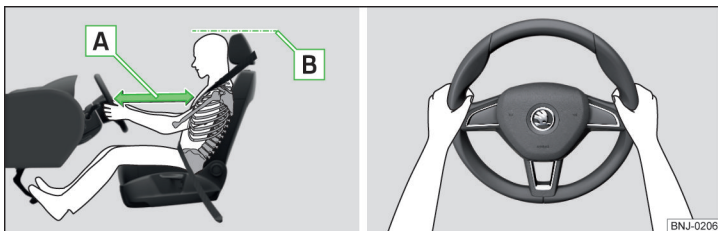

Fig. 2 Posición de asiento correcta del conductor / Posición correcta del volante
- ✓ Ajustar el volante de tal modo, que la distancia entre el volante y el esternón sea, como mínimo, 25 cm » **fig. 2 - A.**
- ✓ Ajuste el reposacabezas de tal modo que el borde superior del mismo se encuentre a ser posible a la misma altura que la parte superior de su cabeza (no es válido para los asientos con reposacabezas integrado) » **fig. 2 - B.**
- Durante la conducción, sujete el volante con ambas manos por el borde exterior de los lados en las posiciones de las "9" y "3" horas » **fig. 2.** No sujete nunca el volante en la posición de las "12 horas" o de cualquier otro modo (p. ej., en el centro, en el borde interior del volante, etc.). De lo contrario puede generarse lesiones graves en los brazos, manos y la cabeza cuando se activa el airbag.
- ✓ Ajustar el reposacabezas de tal modo, que el borde superior del mismo se encuentre dentro de lo posible a la misma altura que la parte superior de su cabeza » fig. 2 de la pág. 11 - **B** (no es válido para asientos con reposacabezas integrados).
- ✓ Ajustar los reposacabezas de tal modo, que el borde superior de los mismos se encuentren de ser posible a la misma altura que la parte superior de la cabeza » fig. 2 de la pág. 11 - **B**.